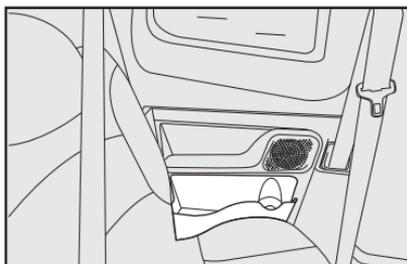

fig. 154
- Alojamiento para altoparlantes en la lateral trasera de la Strada Doble Cabina **fig. 154**.